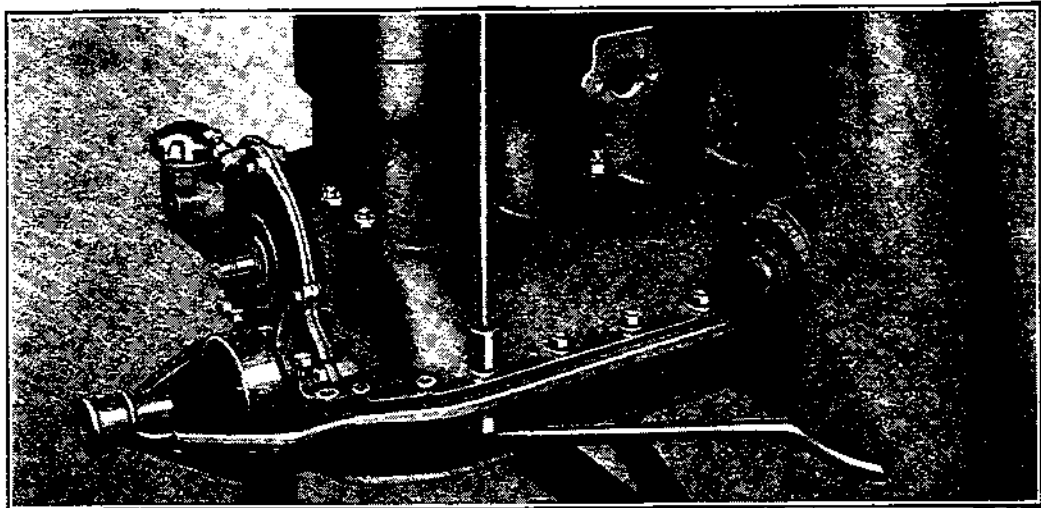
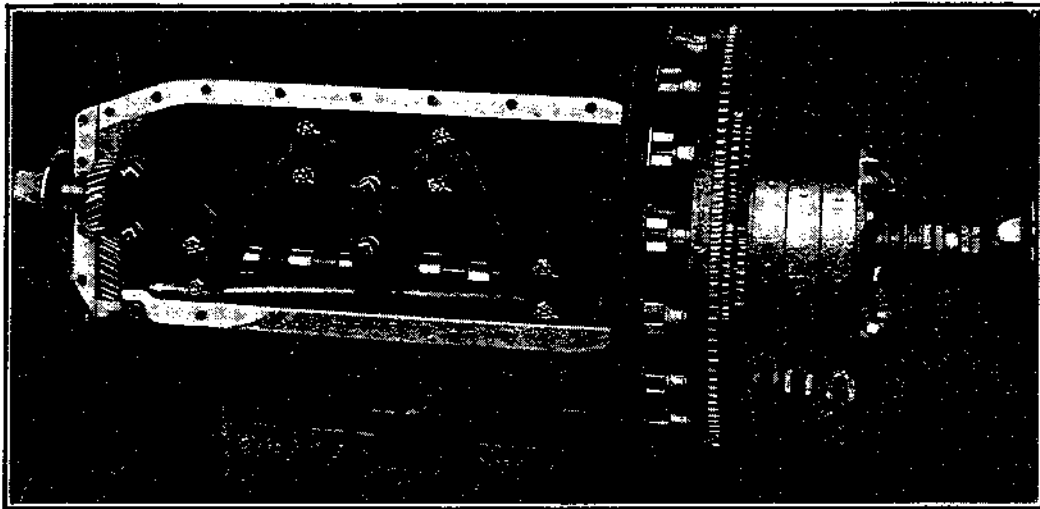

Fig. 133
Fig. 134
**204** — Démontez le carter du moteur et de la transmission en dévissant les boulons, écrous et vis de fixation du carter du moteur aux cylindres et au carter de la transmission (Voir fig. 133.) Le moteur et la transmission sont maintenant dégagés comme le montre la figure 134. Enlever les colliers de transmission et le chapeau de rotule.